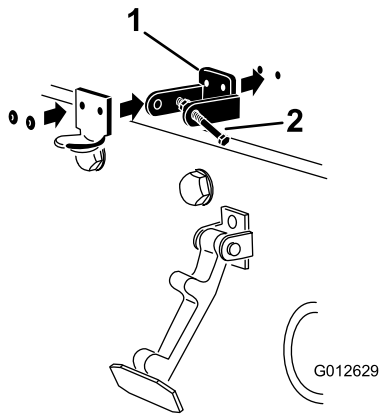

図 16
**注** ロックブラケットをフード側にフードに当てて取り付けます 図 16。ロックブラケットアームについているボルトとナットは外さないでください。
5. ブラケットとワッシャをフードにリベットで固定する 図 16。